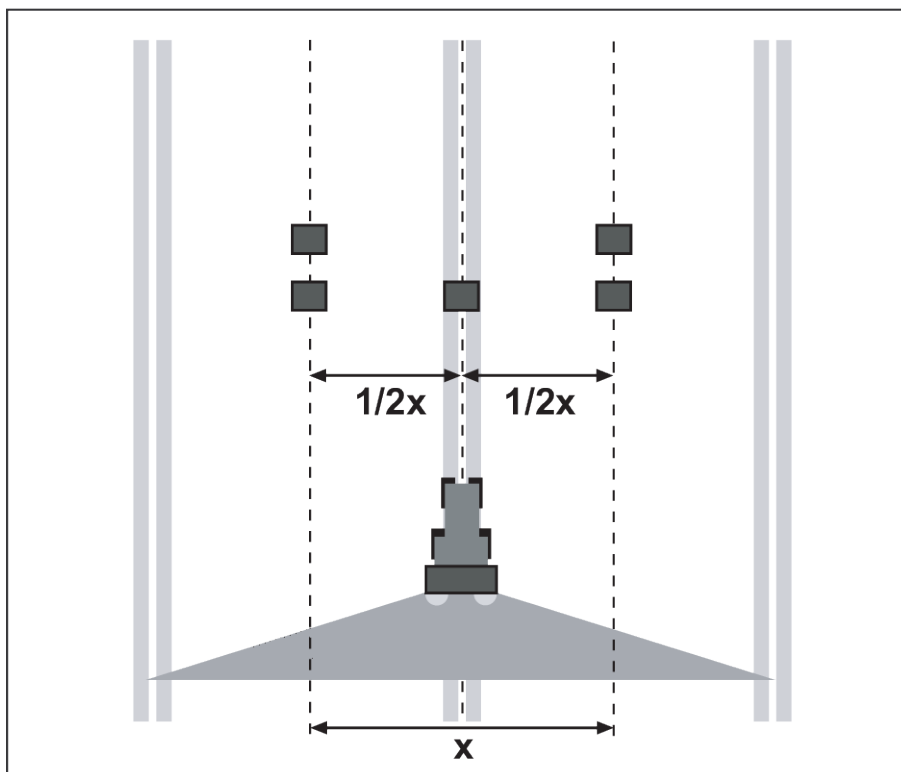

Рис. 53: Установка для одного прохода
- ▶ Установите по два поддона на расстоянии **1 м** один за другим в зонах перекрытия (между технологическими колеями) и один поддон внутри технологической колеи (согласно Рис. 53)